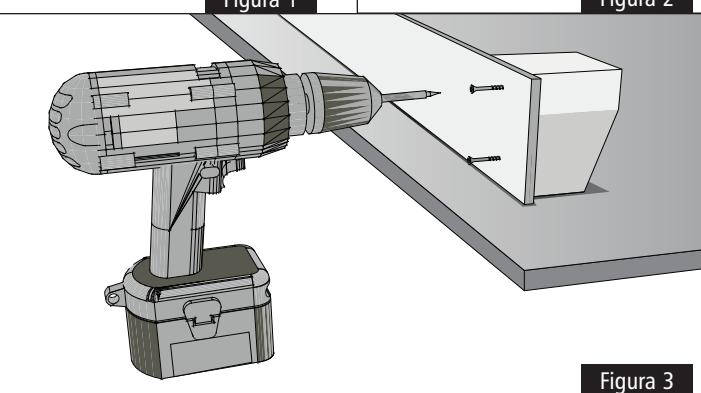

Figura 3
- 4 Inserte dos tornillos para madera de cabeza plana de 1" para asegurar la pata al revestimiento como se muestra en la figura 3.